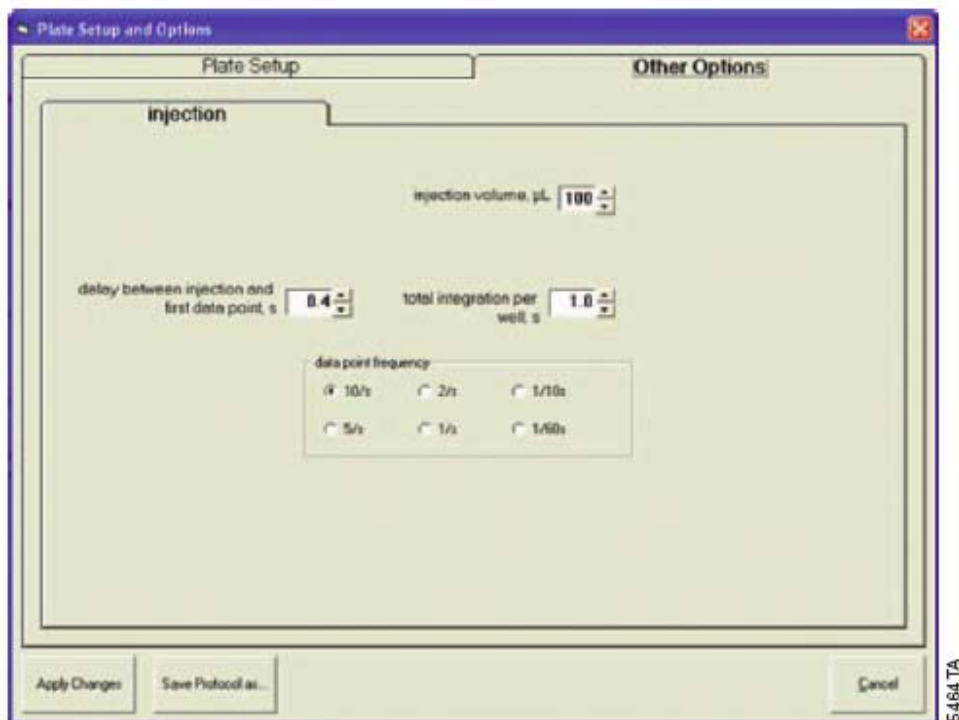

Abbildung 13. Das „Plate Setup and Options“ Fenster
3. Wählen Sie die „Other Options“ Markierung, um die Häufigkeit der Datensammlung und die Gesamtzahl der Messungen pro Well einzustellen (Abb. 13).